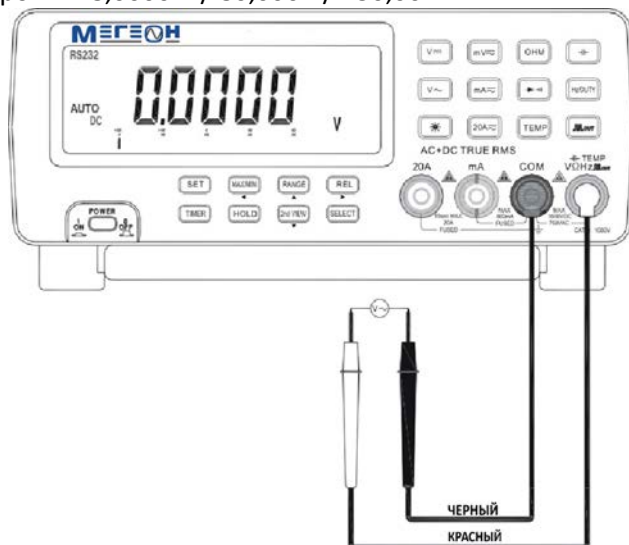

Рисунок 7. Измерение напряжения переменного тока.
- Коснуться «щупом» контрольной точки. Способ измерения представлен на Рис. 7.